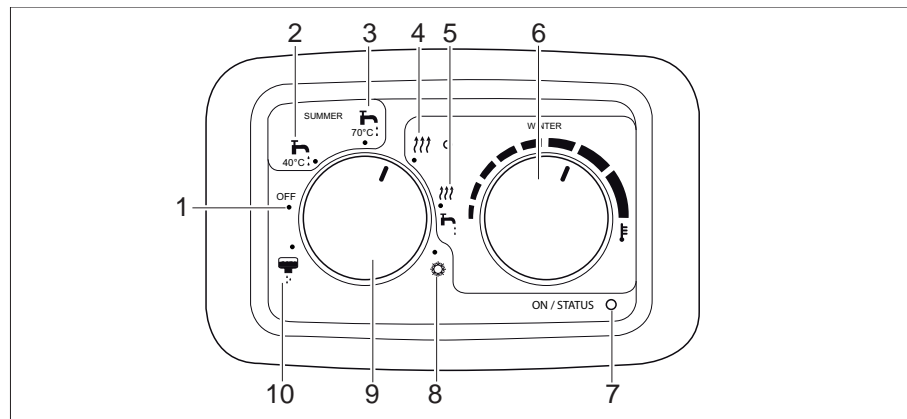

Bild 195 Panel Webasto Dieselheizung
Das Heizgerät wird für die Bereitstellung von warmem Trinkwasser genutzt. Das Wasser wird aufgeheizt und auf Temperaturen von 40°C oder 70°C gehalten. Der Heizluftventilator zur Beheizung des Innenraums ist nicht aktiviert. Fällt die Wassertemperatur unter einen bestimmten Wert, wird die Verbrennung erneut gestartet. Die Anzeige (Bild 195,7) am Bedienelement leuchtet grün, solange das Gerät eingeschaltet ist.
- Betriebswahlschalter (Bild 195,9) auf Sommerbetrieb, Wassertemperatur 40 °C (Bild 195,2) oder 70 °C (Bild 195,3) einstellen.
Die Leistungsanzeige (Bild 195,7) leuchtet grün und die Anzeige am Betriebswahlschalter (Bild 195,9) leuchtet rot auf.
- Betriebswahlschalter (Bild 195,9) auf „Off“ (Bild 195,1) stellen.
- Innentemperaturwahlschalter (Bild 195,6) auf die gewünschte Thermostateinstellung für Innentemperatur einstellen.
- Betriebswahlschalter (Bild 195,9) auf Winterbetrieb, Heizen ohne Warmwasserbereitung (Bild 195,4) einstellen.
Die Leistungsanzeige (Bild 195,7) leuchtet grün und die Anzeigen am Betriebswahlschalter (Bild 195,9) und Innentemperaturwahlschalter leuchten rot auf.
- Betriebswahlschalter (Bild 195,9) auf Winterbetrieb, Heizen mit Warmwasserbereitung (Bild 195,4) einstellen.
Enthält der Boiler kein Wasser und Winterbetrieb, Heizen mit Warmwasserbereitung wird gewählt, wird eine Warnung am Bedienelement ausgegeben. Die grüne LED neben Winterbetrieb, Heizen mit Warmwasserbereitung (Bild 195,4) beginnt zu blinken.